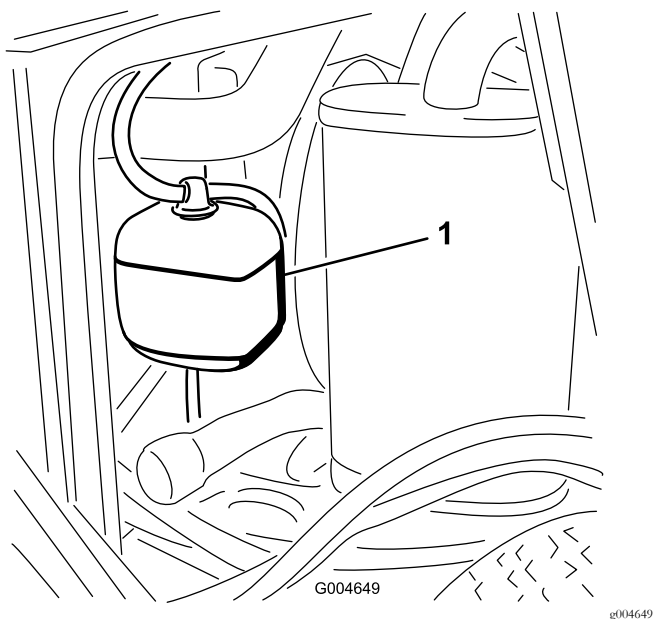

Figura 47
1. Verifique o nível de líquido de arrefecimento do depósito secundário (Figura 47).